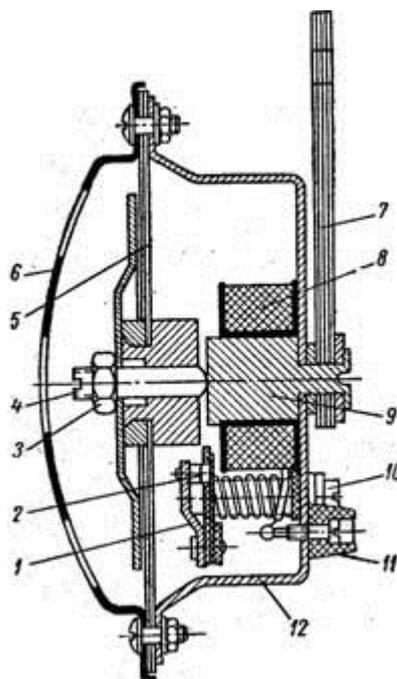

Рис. 20. Разрез звукового сигнала:
**Звуковой сигнал.** Звуковой сигнал (рис. 20), устанавливаемый на мотоциклах "Ява", электромагнитный, вибрационный. Рабочее напряжение 6в, потребляемая мощность 18-21 вт. Хотя пользование сигналом в пределах населенных пунктов запрещается, он должен находиться в полной исправности на случай аварийной обстановки.